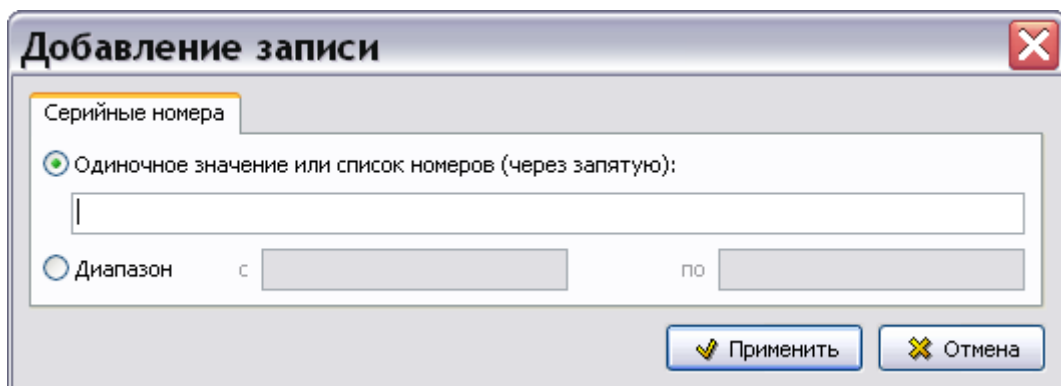

Рис. 17.9
9. Для ввода серийных номеров нажмите на кнопку **Добавить**  в правой части окна. После этого откроется диалоговое окно **Добавление записи** с вкладкой **Серийные номера** (Рис. 17.9).